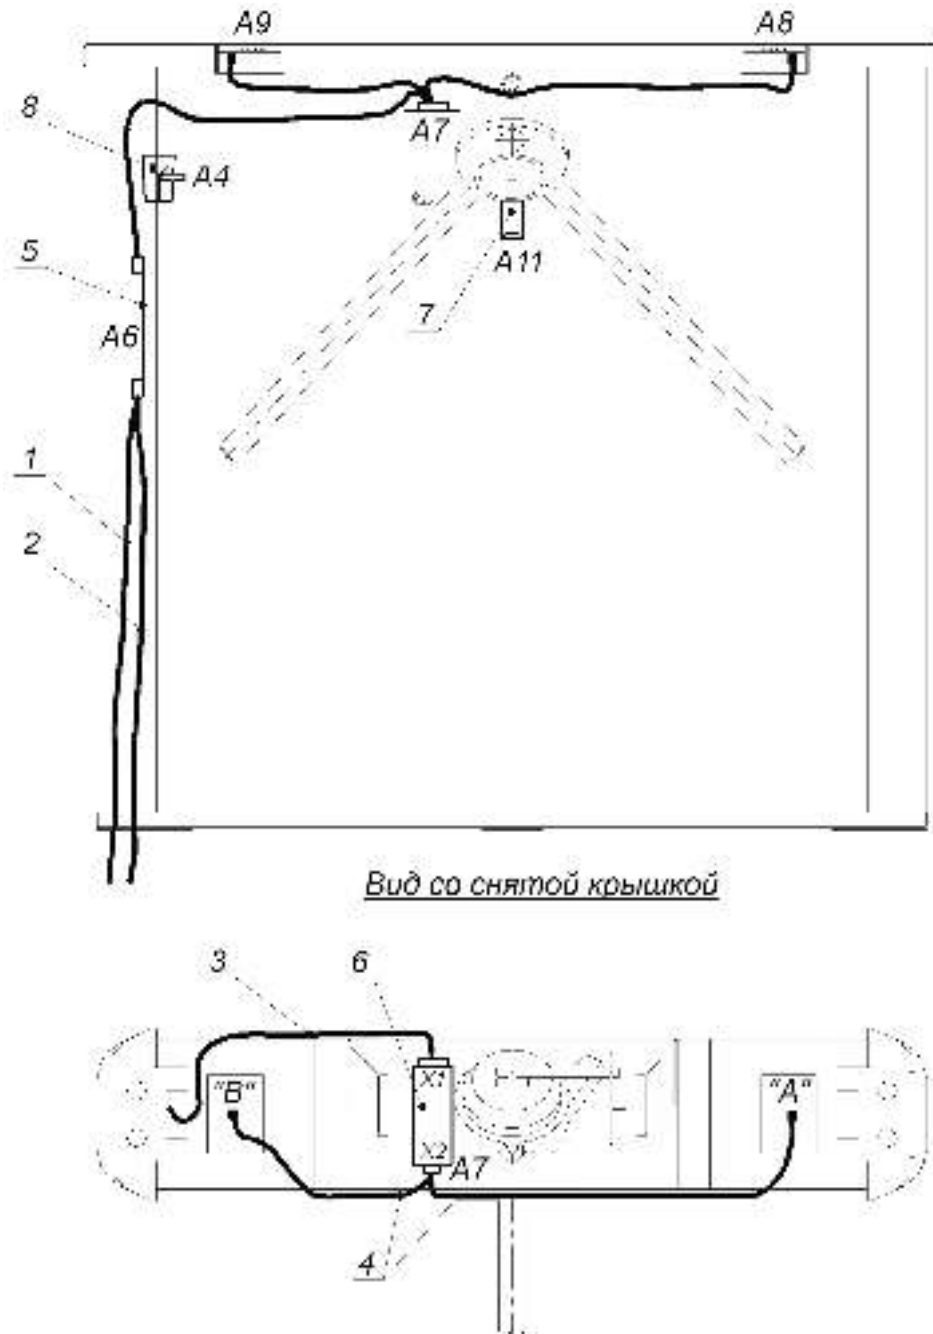
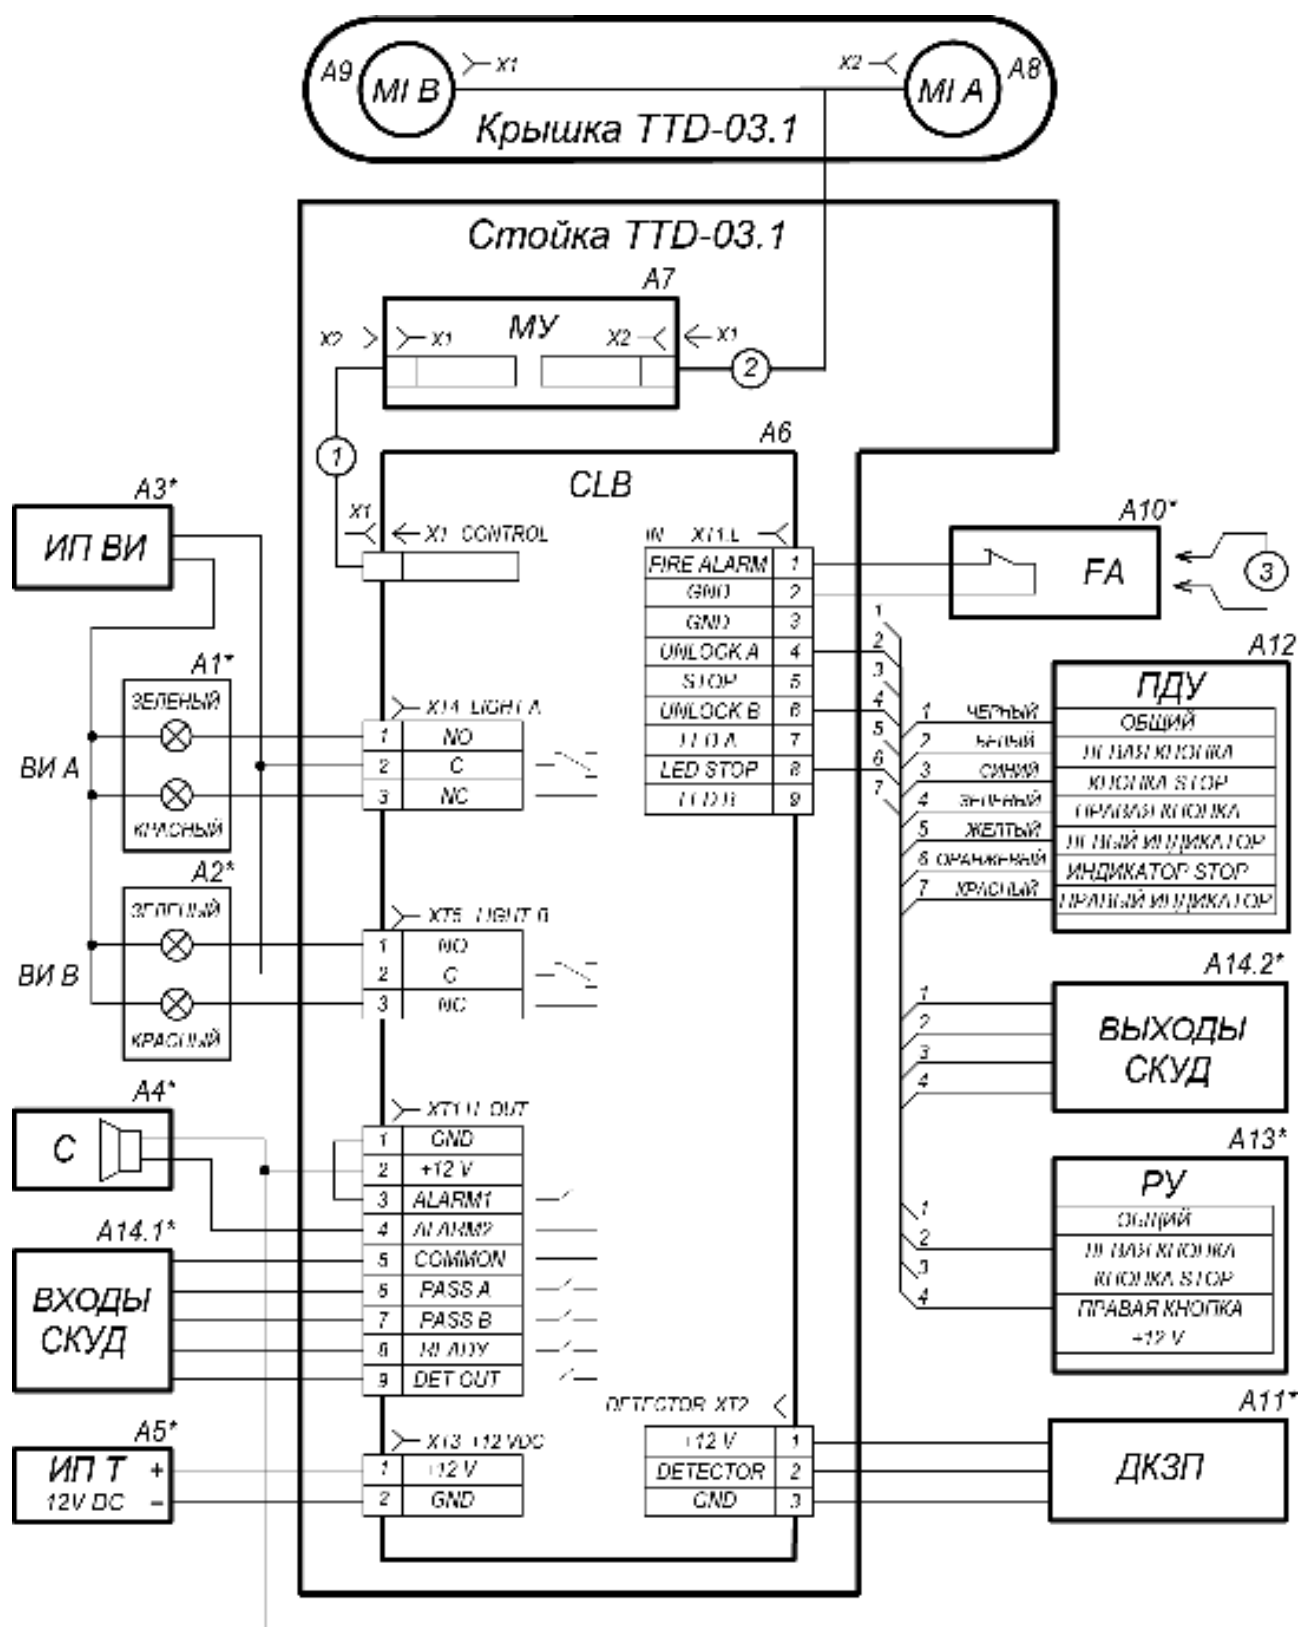

Рисунок 12. Схема прокладки кабелей в стойке турникета:
Рисунок 14. Схема электрическая соединений
5. Все подключения к плате CLB выполняйте в соответствии со схемой электрических соединений (см. рис. 14). Прокладка кабелей внутри стойки турникета показана на рис. 12.
позиции A4, A6 – A9, A11 – см. рис. 14
возможность его установки под одной из внешних стенок (2) турникета (например, под платой управления турникетом А6, см. рис. 12).
Для этого необходимо потянуть планку, перекрывающую зону прохода, в осевом направлении от стойки до упора, и затем сложить ее, опустив вниз (см. рис. 14).